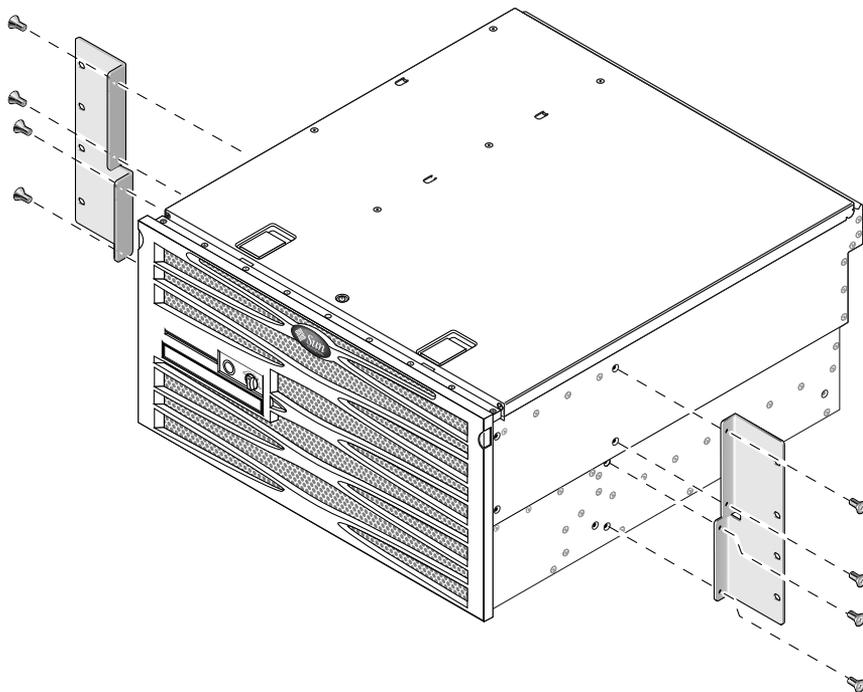

図 3-24 サーバー側面への側面固定部品の固定
2. M5×8 mm プラスのなべ頭ねじを 8 本 (各側面固定部品に 4 本ずつ) 使用して、サーバーの側面に側面固定部品を固定します (図 3-24)。